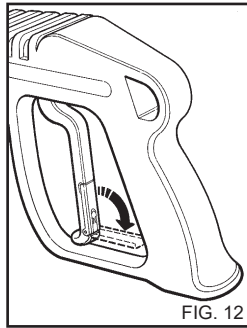

FIG. 12
- Wenn der Hochdruckreiniger nicht benutzt wird, die Sicherheitsvorrichtung am Griff schließen (Fig. 12).